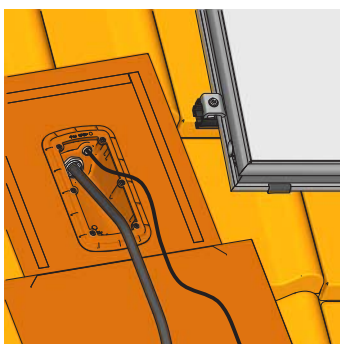

Fig. 3-34 Fase di lavoro 6
6. Tirare la tubazione di mandata (sopra il collettore piano / VA 15 Solar) e di ritorno (sotto il collettore piano / VA 18 Solar) attraverso il raccordo a vite M32 del relativo passante a tetto. Spingere poi dall'interno la compensazione di potenziale o il cavo della sonda di temperatura dei collettori attraverso il raccordo a vite M16 (fig. 3-34).